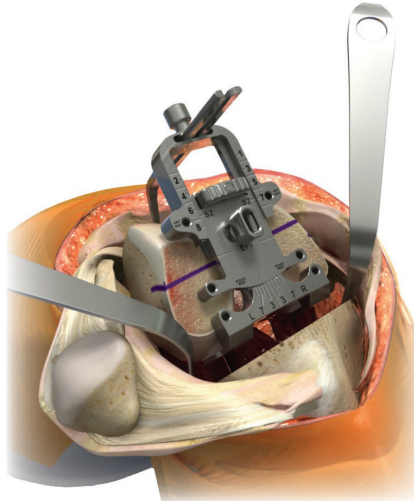

Figura 16
1. Coloque la Guía de Medición Femoral a nivel con el fémur distal reseccionado utilizando el Mango de Conexión Rápida para asegurar que ambas paletas posteriores de la guía estén en contacto con la parte inferior de los cóndilos posteriores (Figura 16).